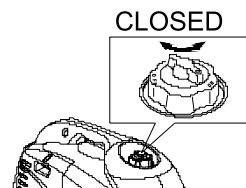

Рис. 24
4. Переключите вентиляционный клапан крышки топливного бака в положение «CLOSED» (Рис. 24).